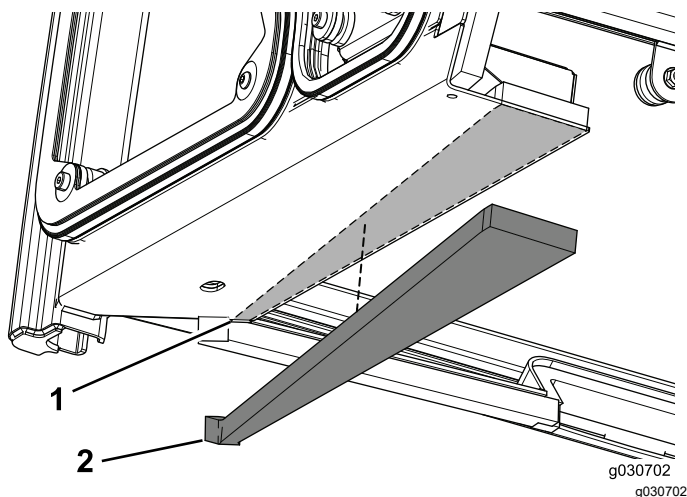

Figura 14
1. Aplique la junta de espuma izquierda a 3 mm aproximadamente del borde de la sección delantera izquierda de la cabina (Figura 14).